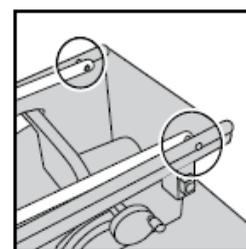

Рис. 7
- Повторите те же действия с другой стороны. (Рис. 7).